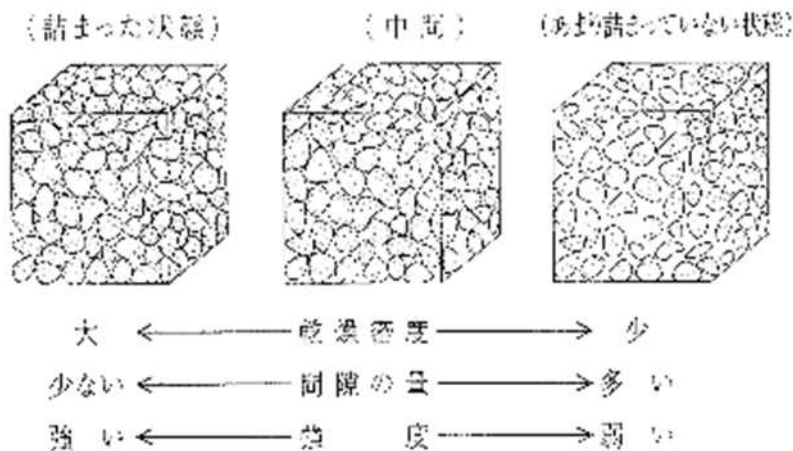

図1 砂の状態と密度の関係
- ・土砂は密度が詰まった状態になると、土砂の強度が強くなります。(図1参照)